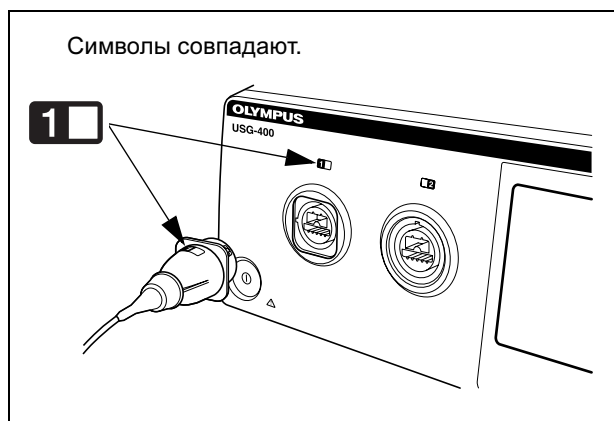

Рис. 3.20
1. Сверка места расположения и идентификационного символа 1. Символ 1 на штекере преобразователя и разъеме для инструмента THUNDERBEAT должны совпадать (см. рис. 3.20).